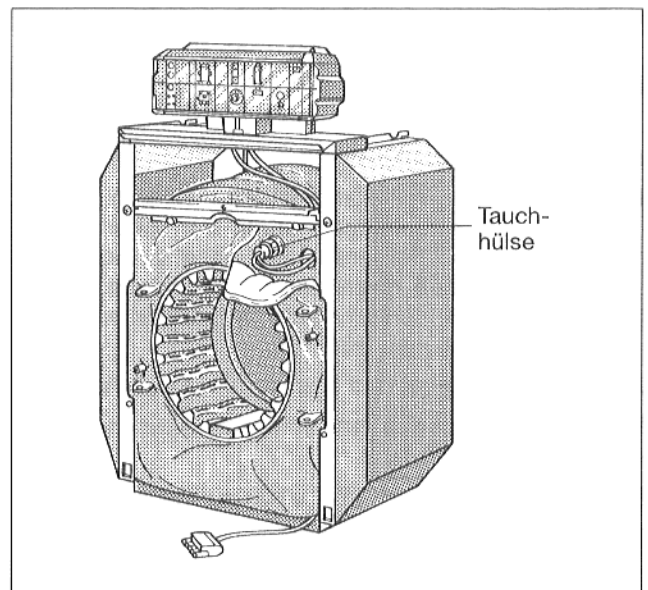

Abb. 21
- Rechte Ecke der Vorderwandwärmeschutzmatte abklappen (Abb. 21).